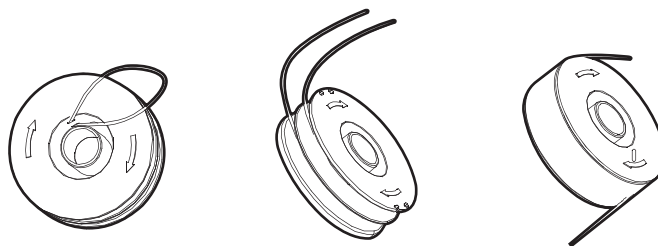

Fig. 32
- > Il est possible d'embobiner un fil neuf autour d'une bobine vide. Des fils de coupe neufs sont disponibles à votre magasin d'achat. Sortez la bobine vide de la tête de coupe (voir ci-dessus). Enlevez le reste de fil de la bobine. D'abord, faites passer 10 cm de fil dans chacune des deux ouvertures situées dans la partie supérieure de la bobine, comme sur l'illustration. Enroulez le fil sur la bobine dans le sens de la flèche. Le fil doit être enroulé proprement, en couches successives. Évitez de l'entrecroiser. Faites passer les bouts du fil dans chacune des deux ouvertures situées dans la partie supérieure de la bobine, comme sur l'illustration. Finissez d'enrouler le fil. Montez la bobine dans l'appareil (voir ci-dessus). N'oubliez pas de rallonger les bouts du fil (Fig. 32).